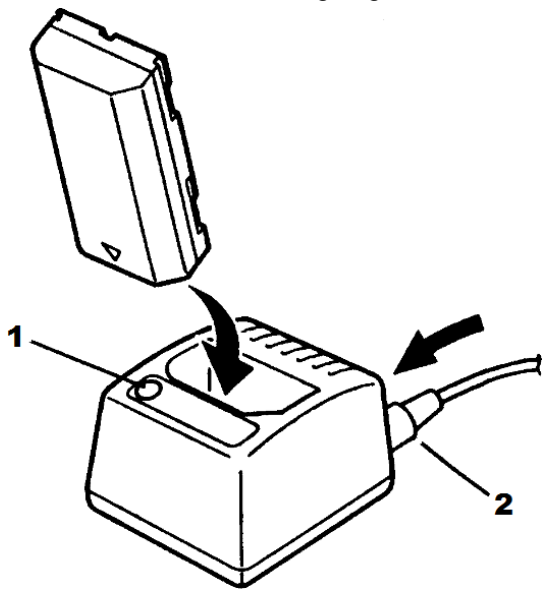

Abb. 4. Diagramm eines Einzelsteckplatz-Akkuladegeräts
- Stecken Sie den AC-Adapter in die Eingangsbuchse hinten am Ladegerät ein (siehe Abb. 4).
- Sie legen einfach den Akku in das Ladefach, wie in Abb. 4 gezeigt. Stellen Sie sicher, dass die beiden Goldkontakte am Akku nach unten in das Fach zeigen.